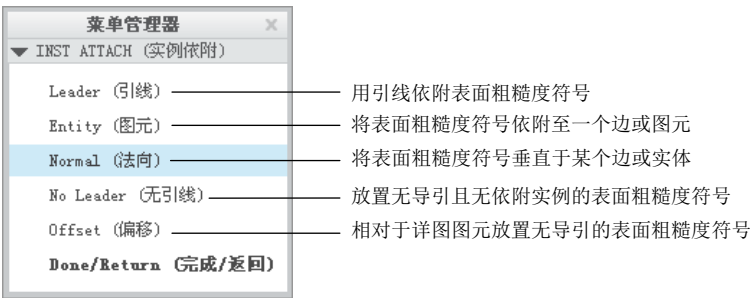

图 6.8.4 “实例依附”菜单
Step4. 选取附着类型。从系统弹出的图 6.8.4 所示的 **▼ INST ATTACH (实例依附)** 菜单中，选择 **Normal (法向)** 命令。